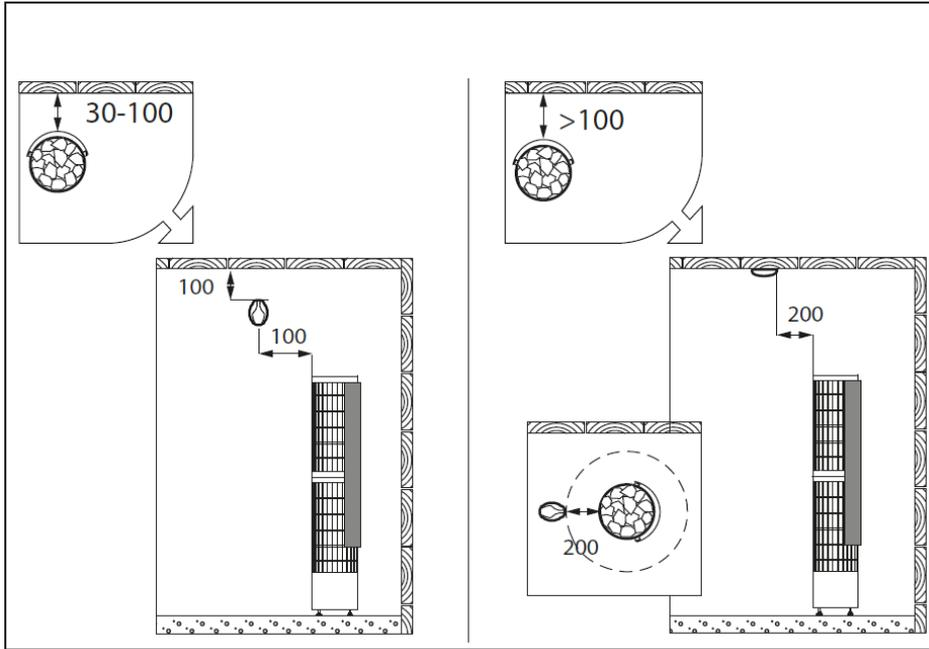

Abbildung 9. Installation der Fühler (alle Abmessungen in Millimetern)
- Installieren Sie den Fühler wie in Abb. 9 dargestellt. Wenn der Ofen weiter als 100 mm von der Wand aufgestellt wird, muss der Temperaturfühler an der Decke montiert werden.